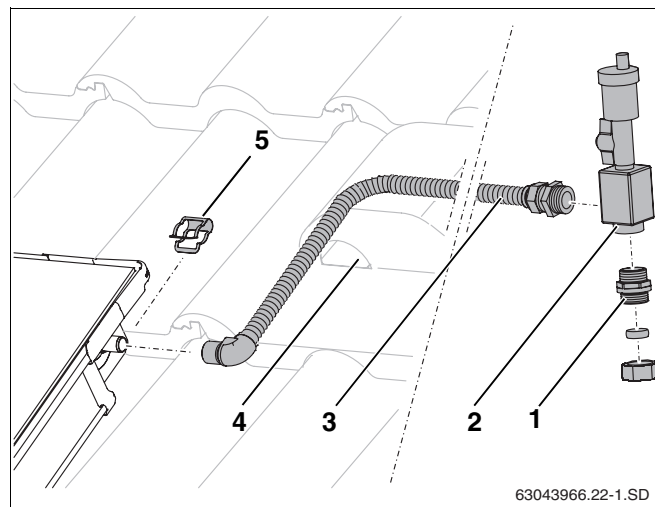

Fig. 56 Montaggio del disaeratore sotto il tetto
- Spingere il tubo di allacciamento (fig. 56, **pos. 3**) sull'attacco di mandata del campo di collettori e fissare in posizione con la graffa (fig. 56, **pos. 5**).
- Far passare il tubo di allacciamento insieme al cavo della sonda attraverso la tegola di ventilazione (fig. 56, **pos. 4**) e attraverso l'isolamento del tetto.
- Avvitare il tubo di allacciamento (fig. 56, **pos. 3**) e il nipplo doppio (fig. 56, **pos. 1**) nel vaso di sfogo (guarnizione o-ring).
- Collegare la tubazione di adduzione al nipplo doppio con il giunto a bocchettone con anello di bloccaggio (fig. 56, **pos. 1**).